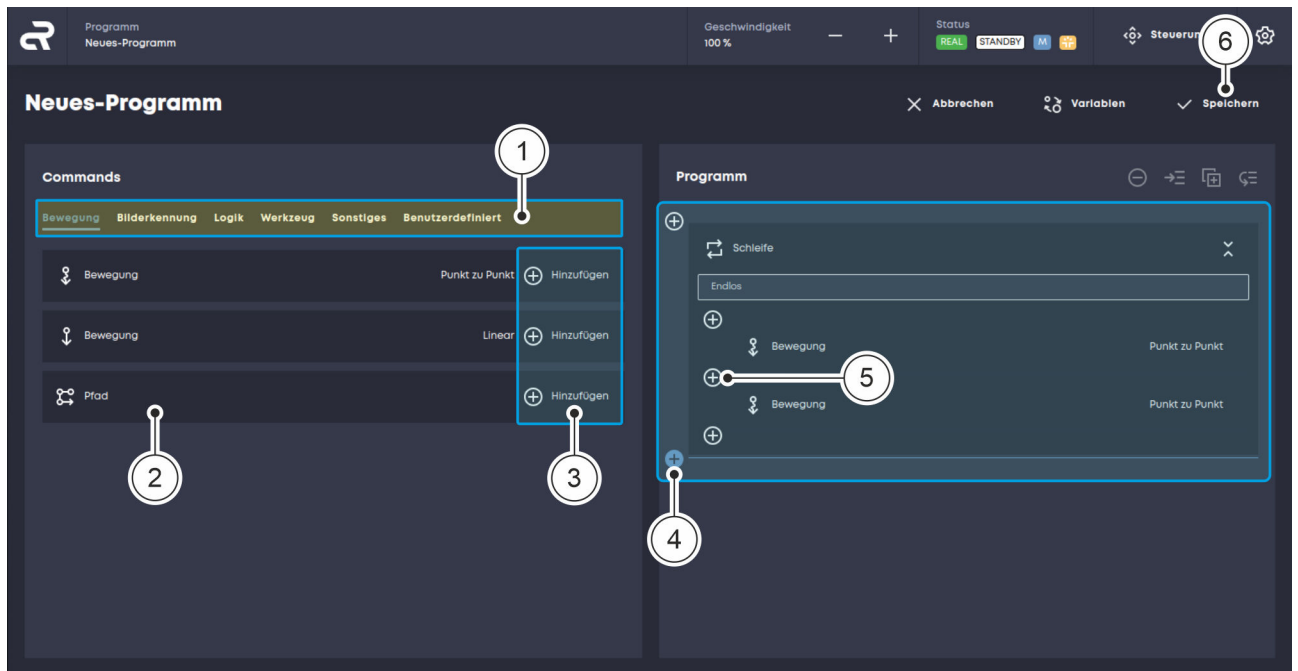

Abb. 27 Befehle im Menü „Programm“ zuweisen
05. Im Menü „Programm“ (rechte Bildschirmhälfte) den Programmablauf durch Einfügen einzelner Befehlsblöcke definieren Abb. 27.
- In der Registerkarte die erforderliche Befehlskategorie durch Anklicken auswählen **Abb. 27/①**.
- Den gewünschten Befehlsblock **Abb. 27/②** auswählen und durch Klicken auf das Plussymbol **Abb. 27/③** dem Programmablauf hinzufügen.
Der neue Befehlsblock wird dem Programmablauf an der Stelle des ausgewählten Plussymbols (hellblau markiert) hinzugefügt **Abb. 27/④**.
Durch Auswahl der Plus-Symbole **Abb. 27/⑤** können auch nachträglich Zwischenschritte definiert und eingefügt werden.
06. Nach Zuweisung aller erforderlichen Befehlsblöcke auf die Schaltfläche „*Speichern*“ klicken, um das Programm zu speichern **Abb. 27/⑥**.